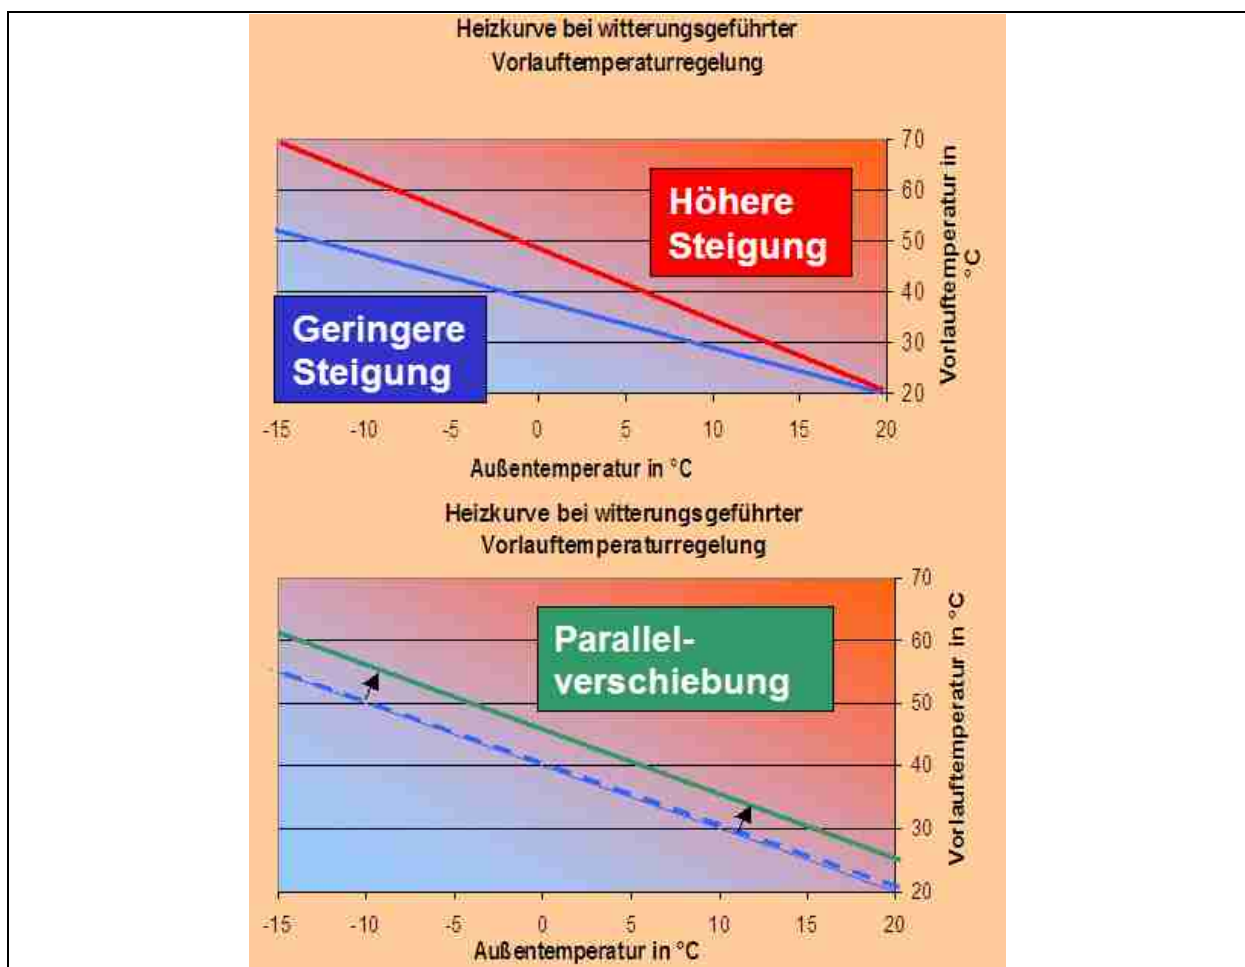

Abbildung 49 (B60, B61) Zusammenhang von Vorlauftemperatur und Außentemperatur in Form der Heizkurve.
- Steigung: Je höher die Steigung ist, desto höher ist die Vorlauftemperatur an den kalten Tagen des Jahres (Abbildung 49: die rote Heizkurve bewirkt, dass das Heizwasser bei $-15\text{ }^{\circ}\text{C}$ Außentemperatur etwa $70\text{ }^{\circ}\text{C}$ warm ist, bei der blauen Heizkurve mit geringerer Steigung werden nur knapp über $50\text{ }^{\circ}\text{C}$ erreicht)